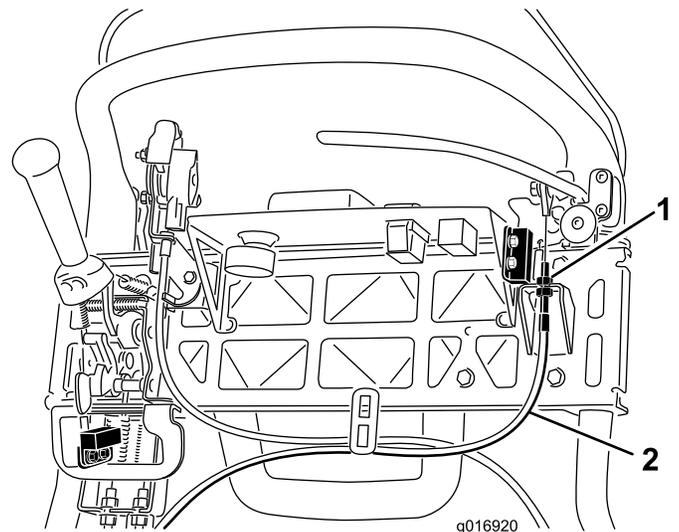

Figura 41
4. Per aumentare la tensione del cavo, allentate il controdado del cavo superiore e serrate il controdado del cavo inferiore (Figura 41) finché non occorre applicare una forza di 156 N sulla stegola della leva del freno per rilasciare il fermo del freno di stazionamento. Non regolate eccessivamente, perché la cinghia del freno potrebbe opporre resistenza.